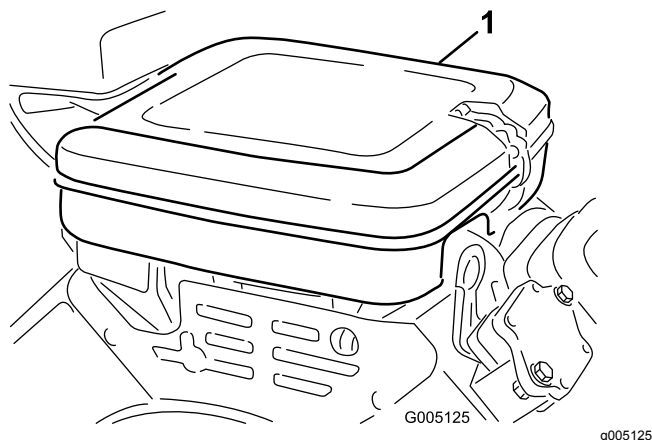

Figura 25
1. Limpie la tapa a fondo (Figura 25).